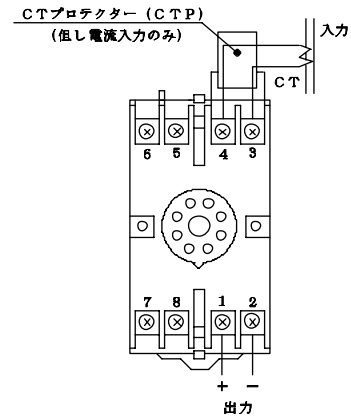

図2
- 配線は図2の接続図により接続し、電線は回路の定格容量に適合するものを使用してください。なお、電流入力のみCTプロテクター(CTP)を添付してあります。CTプロテクター(CTP)を端子台の入力端子間に取り付けておくと測定中に本器を端子台から取り除いた場合でも測定ラインがオープンにならないので、前段のCTが破壊するのを防止することができます。